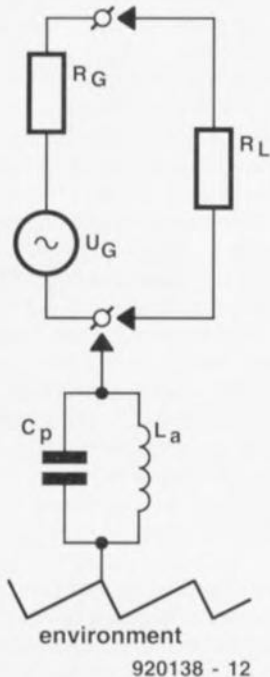

Figure 2. Tout circuit est, d'une façon ou d'une autre, relié à son environnement.
**Figure 2. Voilà la réalité ! La courbe du haut est celle des haut-parleurs dans le baffle. Celle du bas est faite après la connexion du filtre de correction. Le point -3 dB se trouve maintenant à quelque 35 Hz. Il faut cependant, pour obtenir cette valeur, être prêt à « sacrifier » de l'ordre de 8 dB du rendement.**
La **figure 2** montre 2 courbes de mesure; celle du haut est valable pour la version non corrigée, celle du bas pour le baffle doté de son réseau de correction. Le point -3 dB se trouve maintenant à quelque 35 Hz, valeur respectable pour une application Hi-Fi quelle qu'elle soit. La chute, en ce qui concerne la courbe supérieure, au-delà de 200 Hz, s'explique par la présence, lors de la mesure, du filtre passe-bas.
Les sources de parasites en mode commun étant une conséquence de la non-idéalité de l'environnement d'un circuit, nous avons ajouté au circuit, comme l'illustre le schéma de la **figure 2**, les composants  $C_p$  et  $L_a$ . La capacité parasite  $C_p$  et la self-induction  $L_a$  – qui peut être, par exemple, la conséquence d'une mise à la terre pour garantir la sécurité – représentent maintenant le couplage entre le circuit (désiré) et son environnement. La capacité parasite indique en outre que le circuit et